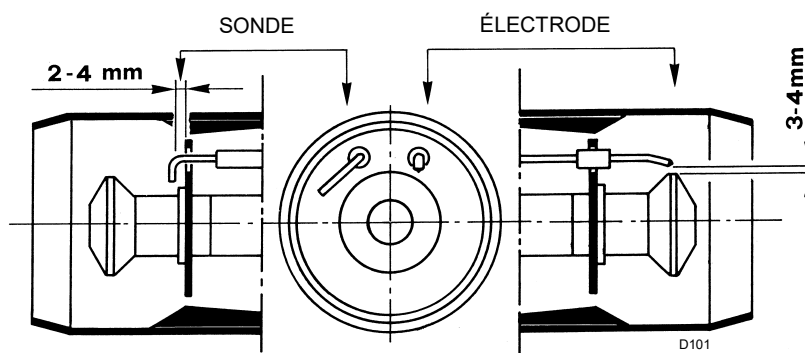

Fig. 13
- À ce stade, le distributeur de gaz 4) peut être facilement inspecté. Vérifier donc que la sonde et l'électrode sont correctement positionnées comme dans (Fig. 13). En cas de positionnement incorrect, démonter le distributeur de gaz 4) lors de l'ouverture du brûleur pour le réglage de la tête, voir pag. 19.
Avant de fixer le brûleur sur la chaudière, vérifier par l'ouverture de la buse si la sonde et l'électrode sont placées correctement, comme illustré dans la Fig. 13.
Ne pas tourner la sonde mais la laisser comme sur la Fig. 13 ; son positionnement près de l'électrode d'allumage pourrait endommager l'amplificateur de la boîte de contrôle.
Respecter les dimensions indiquées sur la Fig. 13.